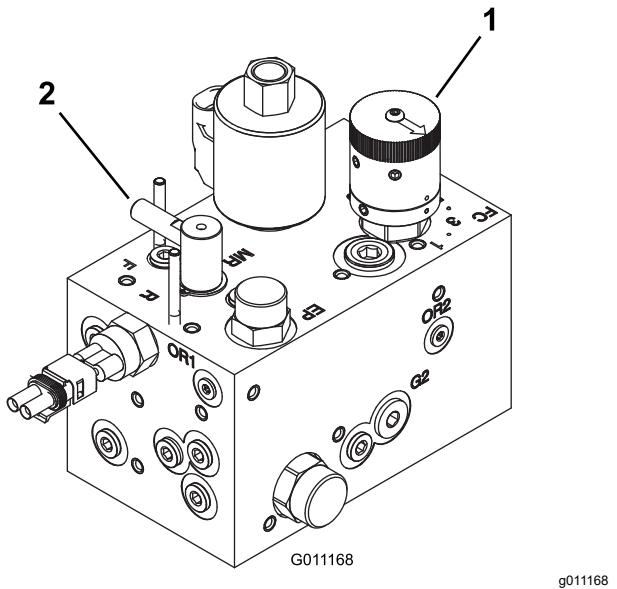

Figura 50
3. Gire el pomo de control de velocidad de los molinetes (Figura 50) al número de velocidad de los molinetes determinado en el Paso 1.